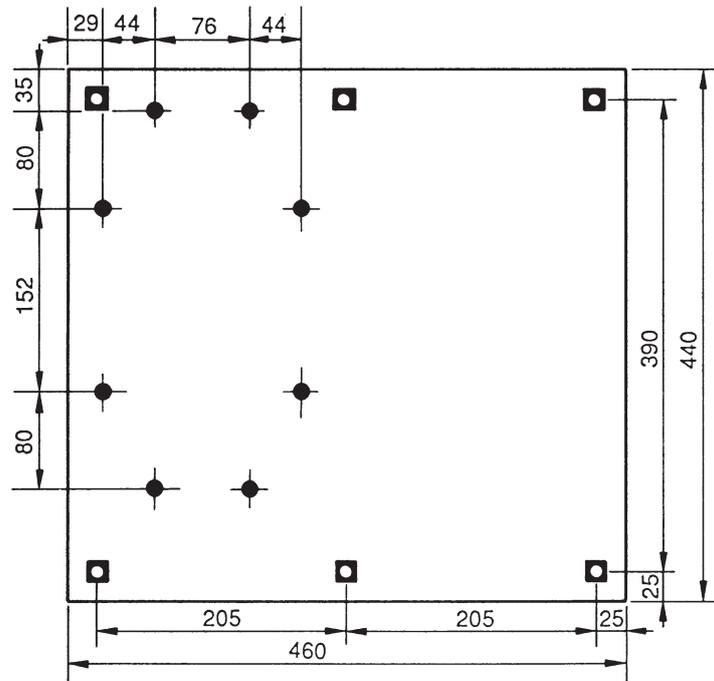
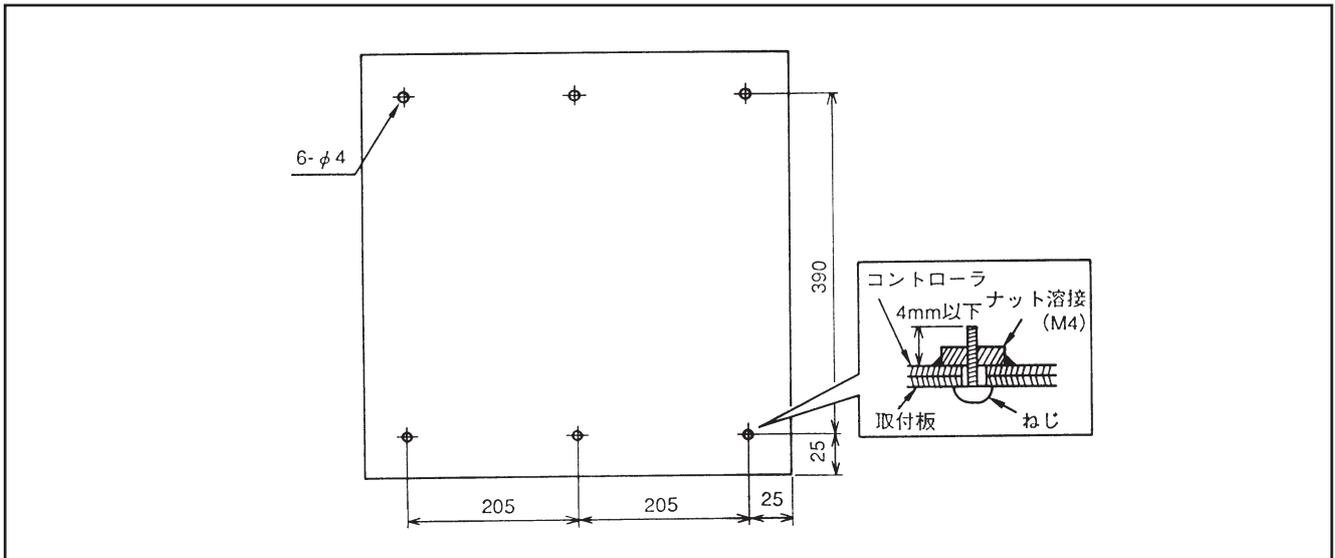

図5-58 コントローラ底面図
図5-59 ねじ締め付け位置 (コントローラ底面図)
(1) 図5-58にコントローラを底から見た図を示します。
① “■” マーク部のねじ (M4) のネジ穴はコントローラを取付板に固定するために使用します。
② “●” マーク部はコントローラの内部部品固定用のねじが突出しているため、取付板にφ10の逃がし穴をあけてください。
③ 図5-58と図5-59を参考にして取付板を製作してください。
(2) コントローラの取付板への取付けは図5-59に示す6箇所